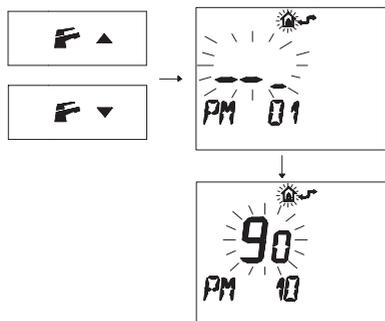

Figura 5.57
- Premere i pulsanti **F** ▼ o **F** ▲ per visualizzare la programmazione "PM10" selezione della frequenza di accensione (Figura 5.57).
Nella Figura 5.57 si visualizza un SET programmato di **90** corrispondente ad un tempo di riaccensione di 3 minuti circa.